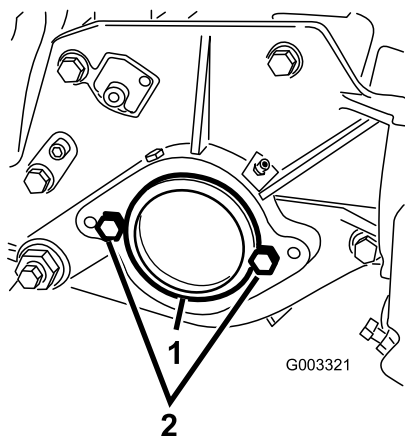

Figure 7
2. A l'extrémité droite du plateau de coupe, retirez l'obturateur en plastique du logement de roulements (Figure 7).
3. Enlevez les 2 vis de la plaque latérale droite (Figure 7).